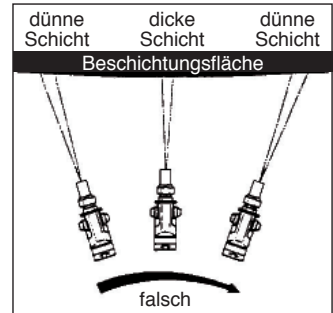

Abb. 14: Nicht wedeln!
- Achten Sie auf gleichmäßige Geschwindigkeit und führen Sie die Spritzpistole parallel zur Beschichtungsfläche. Wedeln mit der Spritzpistole führt zu ungleichmäßiger Beschichtung (siehe Abb. 14).